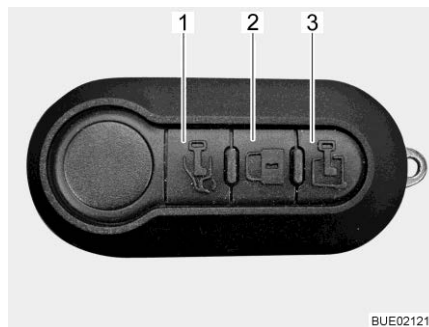

Bild 60 Multifunktionale Fernbedienung (3 Tasten)
- Fahrertür entriegeln: ■ Taste  (Bild 60,1) einmal kurz drücken. Die Fahrertür ist entriegelt.
- Eingangstür entriegeln: ■ Taste  (Bild 60,3) einmal kurz drücken. Die Eingangstür ist entriegelt.
- Alle Türen verriegeln: ■ Taste  (Bild 60,2) einmal kurz drücken. Alle Türen sind verriegelt.